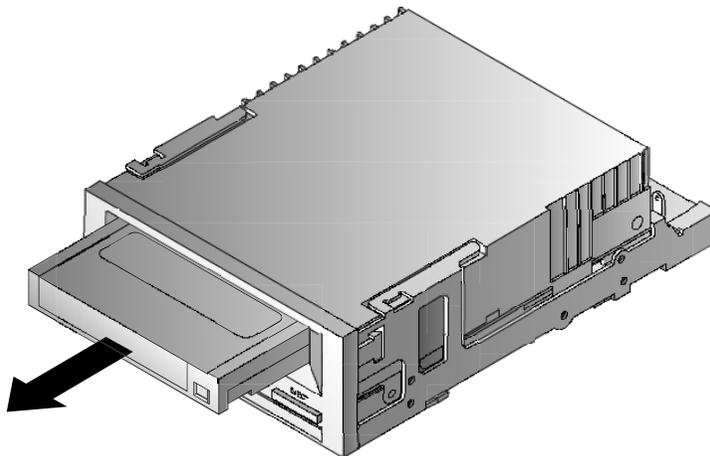

FIGURA 14. Botón "Eject" (Expulsión) en el panel anterior de la unidad
2. Oprima el botón "Eject" (Expulsión) del panel anterior de la unidad para descargar el cartucho (consulte la Figura 14 en la página 48). La unidad vacía automáticamente el búfer de la unidad en la cinta, rebobina el cartucho, actualiza el registro del sistema y expulsa el cartucho. Esto puede tomar hasta tres minutos. No apague la unidad de cinta ni el equipo host durante este tiempo.